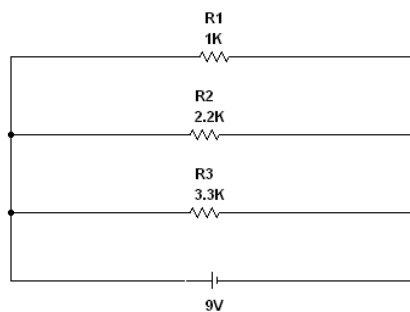

Figura 2 – Associação paralela – circuito para experiencia
- 1 Para o circuito da Figura 2 calcule a resistência equivalente (RE) e todas as correntes (I1,I2,I3). Anote os valores calculados na tabela 1.
- 2 Monte o circuito da Figura 2 na matriz de pontos, de acordo com a sugestão de *layout* da Figura 3b, meça a resistência total (equivalente) do circuito e anote na tabela 2. Não esqueça de retirar a fonte de alimentação e colocar o Multímetro como ohmímetro .